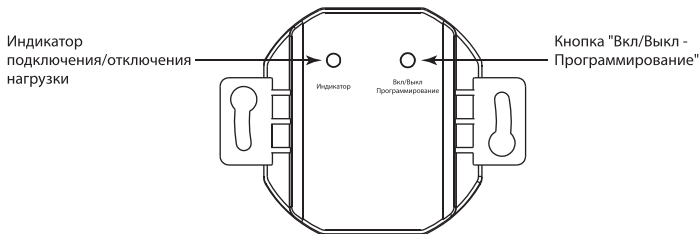

Рисунок 5. Внешний вид приемника M1
6.5. Для подключения приемника М1 к передатчику его нужно перевести в режим программирования. Для этого необходимо нажать и удерживать кнопку «Вкл/Выкл – Программирование» более 1 секунды (рисунок 5) при этом начинает моргать светодиод слева.